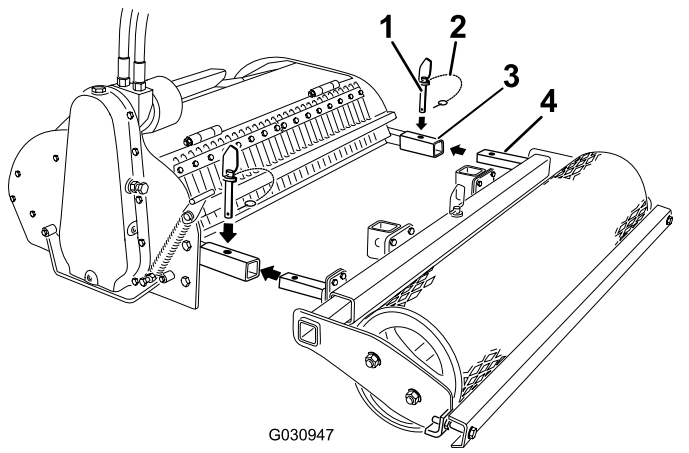

Figura 3
4. Retire las chavetas de anillo de los pasadores (Figura 3).
5. Retire los pasadores de los brazos del cultivador (Figura 3).
6. Introduzca los brazos del rodillo en los brazos del cultivador y conéctelos con los pasadores (Figura 3).